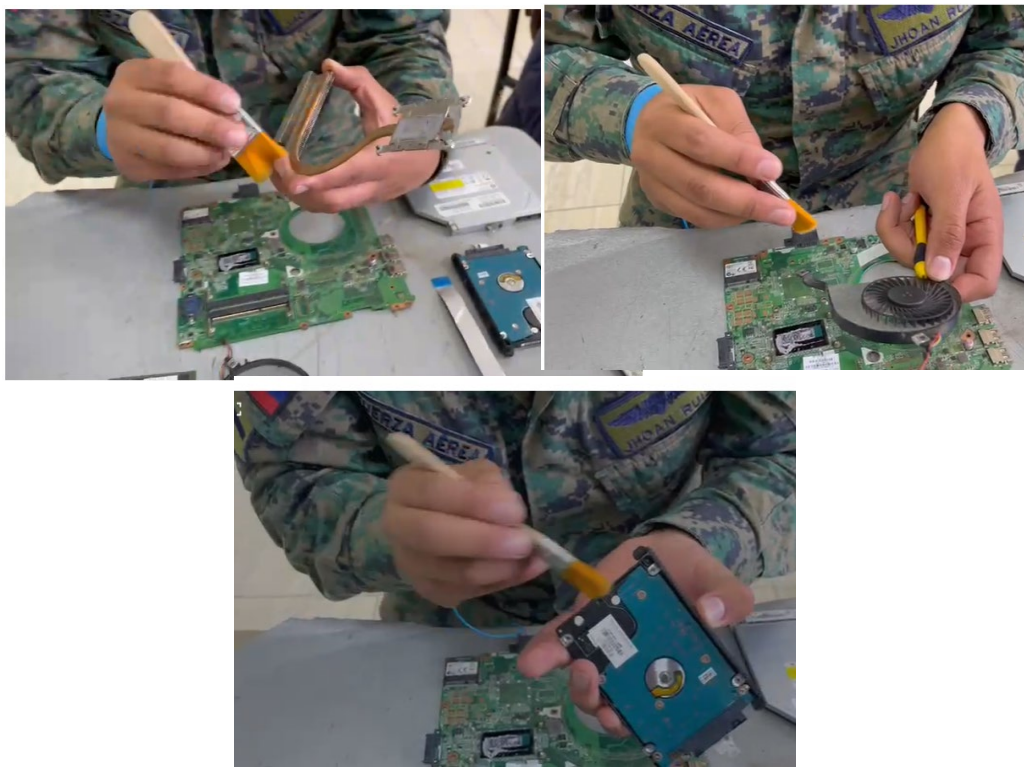

Figura 11. Limpieza de componentes de la placa.
11. Se procedió a retirar todos los elementos internos de la placa para el mantenimiento preventivo que lo vamos a realizar a cada uno de estos, este mantenimiento se lo va a ejecutar de una manera adecuada y cuidadosa ya que son componentes frágiles y su mala manipulación podría generar daños, en la figura 11 se muestra la limpieza de los mismo con una brocha suave para la remoción del polvo ya que se evidencia que tiene una gran acumulación de polvo.